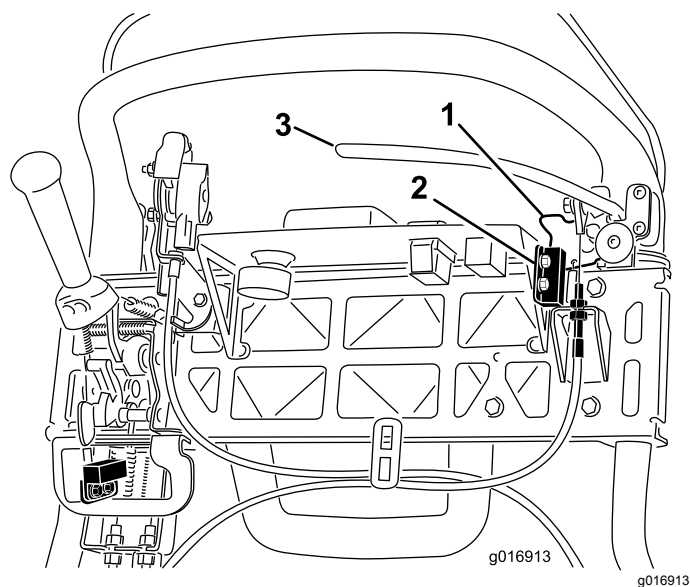

Figura 43
4. Allentate i dispositivi di fissaggio del microinterruttore di sicurezza (Figura 43).
5. Inserite uno spessore di 1,6 mm fra il fermo del freno di stazionamento ed il microinterruttore (Figura 43).